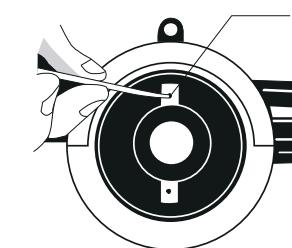

Fig.13
(2) Déplacez l'instrument à 2 mètres de A, en lisant  $a_2$ ,  $b_2$  (Figure 13)
(3) Calculez  $b_2' = a_2 - (a_1 - b_1)$ . Si  $b_2' = b_2$ , cela signifie que la ligne de visée ne nécessite pas de correction.
(4) Si  $b_2' \neq b_2$ , cela indique qu'une correction est nécessaire.
(5) Pointez le viseur optique sur le travailleur B, dévissez le capuchon de l'oculaire et réglez la vis cruciforme de façon à ce que les cheveux du milieu donnent la lecture désirée  $b_2'$ .
(6) Répétez les étapes ci-dessus jusqu'à ce que  $|b_2' - b_2| < 3\text{mm}$ .